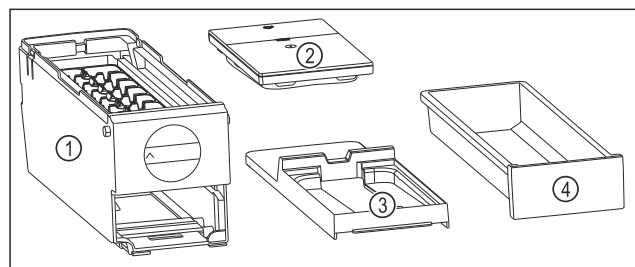

Fig. 76 Съставни части на EasyTwist-Ice
- ▷ EasyTwist-Ice е разглобен на четири части. (виж Fig. 76)
- ▶ Разглобявайте EasyTwist-Ice само на изобразените съставни части. (виж Fig. 76)
- ▶ Почистете корпуса на EasyTwist-Ice Fig. 76 (1) като едно цяло.